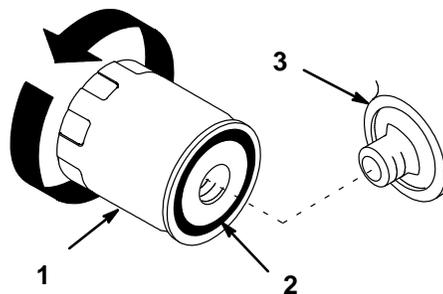

Abbildung 25
2. Den alten Filter entfernen und die Dichtungsfläche des Filteradapters (Abb. 25) abwischen.
4. Eine dünne Schicht neues Öl auf die Gummidichtung am Austauschfilter geben (Abb. 25).
5. Den Austauschölfilter am Filteradapter anbringen. Den Filter im Uhrzeigersinn drehen, bis die Gummidichtung den Filteradapter berührt. Dann den Filter um eine weitere 1/2 Umdrehung festziehen (Abb. 25).